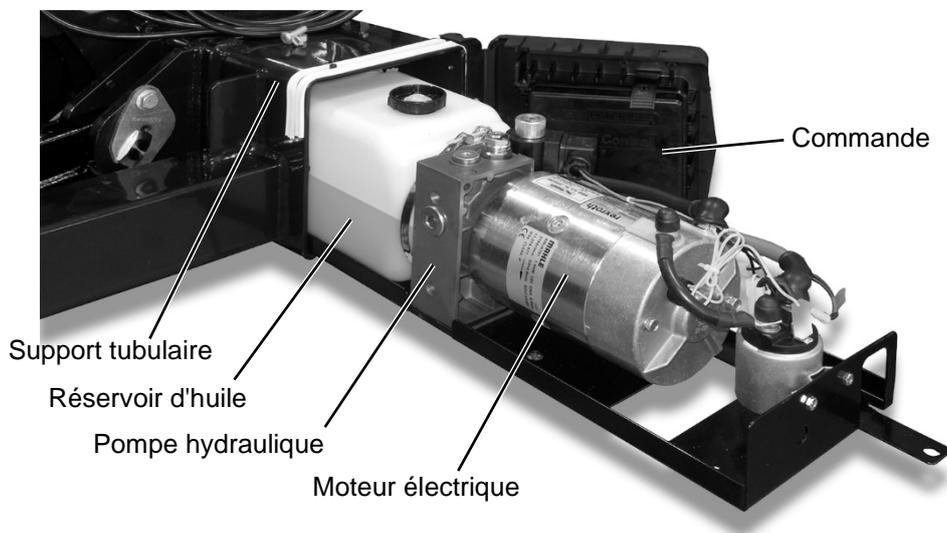

Figure 49 : Bloc hydraulique
- ▶ Sortez le bloc hydraulique jusqu'à ce que le niveau d'huile sur le réservoir d'huile soit visible (voir Figure 49).